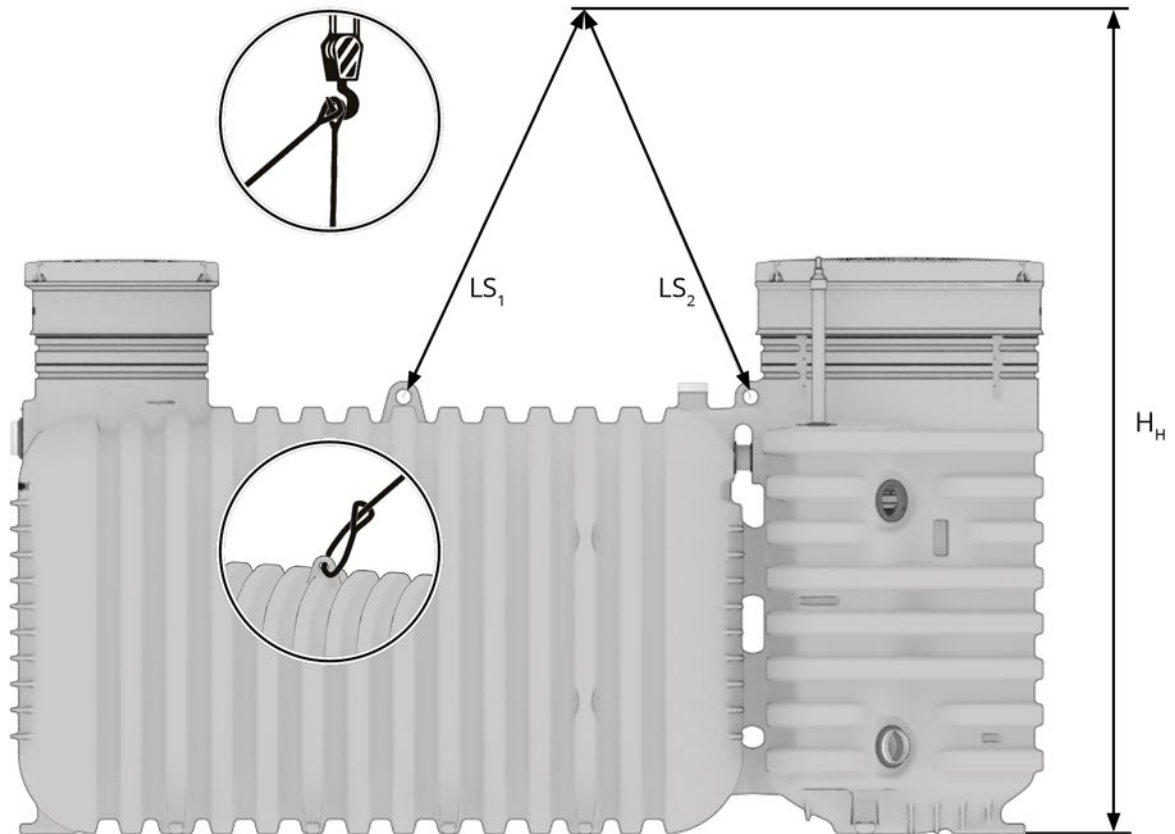

Abb. 1: Hebepunkte und Lastaufnahme mit einem Kran oder Bagger
- Die Anlage nur wie in *Abb. 1* dargestellt an den beiden vormontierten Einweg-Hebeschlingen anheben.